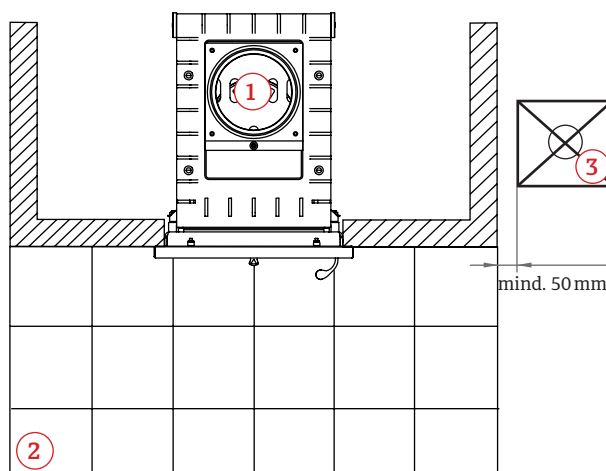

Abb.:3
- Von den freien Außenflächen der Verkleidung zum Aufstellraum müssen mindestens 50 mm Abstand zu brennbaren Baustoffen („Abb.: 3“) oder brennbaren Bestandteilen und zu Einbaumöbeln gehalten werden.